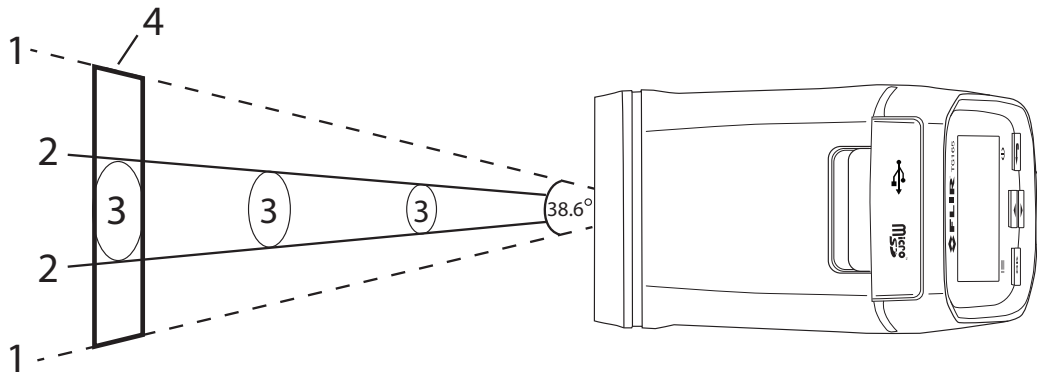
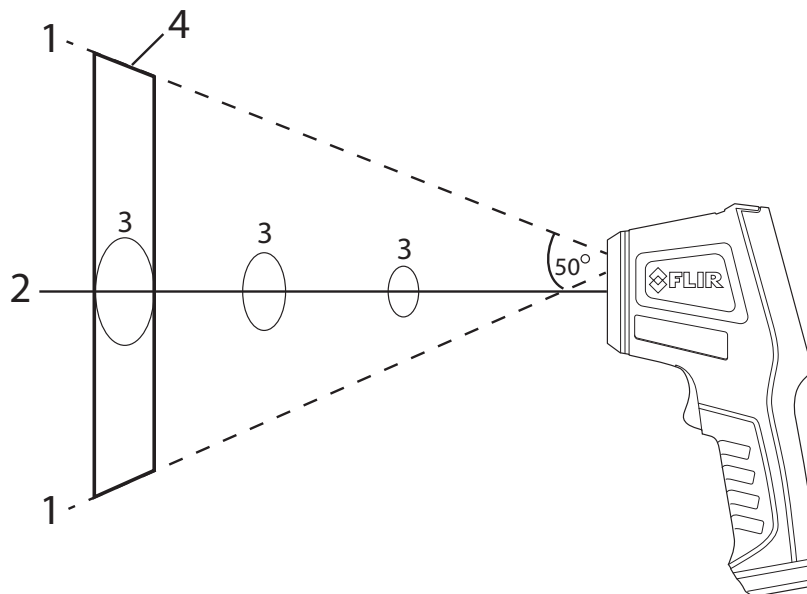

Fig 4-2 VUE DU DESSUS
Fig 4-3 VUE LATÉRALE
- La Fig. 4-2 affiche une vue du dessus où les deux traits discontinus (1) représentent les limites gauche et droite (horizontales) du champ de vision de l'imagerie IR (38.6°).
- La Fig. 4-3 affiche une vue latérale où les deux traits discontinus (1) représentent les limites haute et basse (verticales) du champ de vision de l'imagerie IR (50°).
- Dans la Fig. 4-2 les deux traits pleins (2) constituent le champ de vision du thermomètre IR.
- Dans la Fig. 4-2 les ellipses (3) représentent le diamètre de l'endroit mesuré par le thermomètre IR.
- Dans la Fig. 4-2 les faisceaux laser (2) encadrent les objets (3). Dans la Fig. 4-3 le plan des lasers (2) est affiché sous la forme d'un seul trait au lieu de deux (puisque les lasers se trouvent sur la même surface lorsqu'ils sont observés depuis le côté).